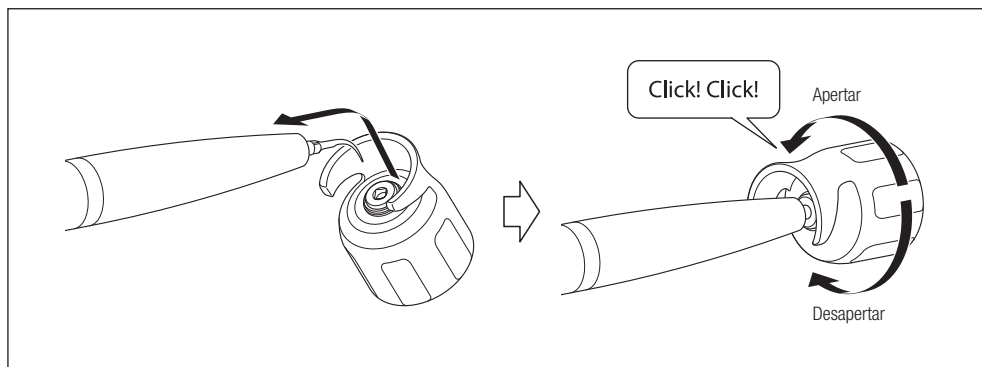

Fig. 16
3) Alinhe a forma quadrada da ponta com o orifício da chave da ponta (CR-10), de seguida, introduza a ponta no orifício. Rode a chave até ouvir um clique e não rodar mais. Durante este procedimento, segure a peça de mão de modo a que o cabo da peça de mão não fique torcido. Ao remover a ponta, rode a chave no sentido da seta "Desapertar" (Fig. 16).